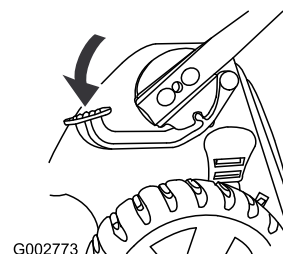

Figure 52
1. Appuyez sur la pédale et maintenez-la enfoncée (Figure 52).